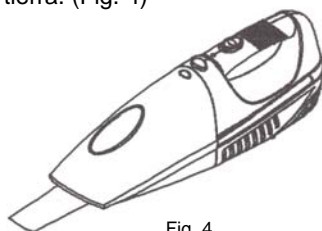

Fig. 4
3. Para instalar la boquilla esquinera en la aspiradora, presione el accesorio dentro del orificio de succión delante del recipiente para la tierra. (Fig. 4)